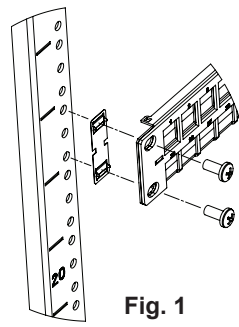

Fig. 1
- For unshielded copper and fiber optic applications, most jurisdictions have adopted codes which require the panel sheet metal to be bonded to the Telecommunications Grounding System. This can be accomplished by bonding the panel sheet metal to the rack or cabinet using the bonding/grounding clip and the four #12-24 rack mount screws as shown in Figure 1.
- Installations de câbles optiques ou de cuivre blindés : sur la plupart des territoires, on a adopté des codes qui exigent que la tôle des panneaux soit liée par métallisation à la mise à la masse du système de télécommunications. Or, ceci peut être fait au moyen de l'agrafe et des vis de bâti 12-24 de la manière illustrée à la figure 1.